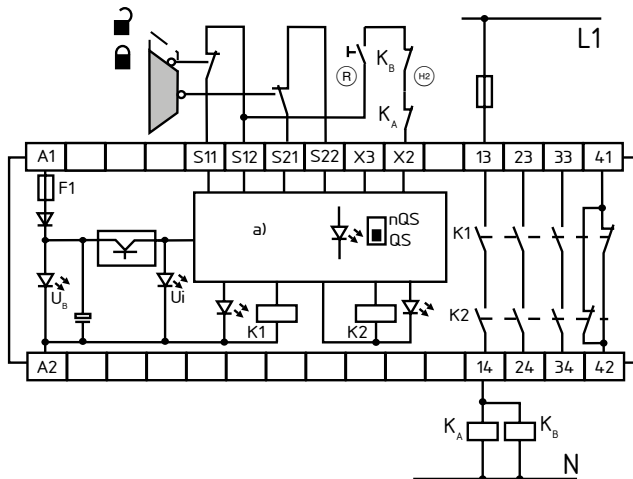

Fig. 4
Controlo de dois canais, representado no exemplo de uma monitorização de porta de proteção com dois interruptores de posição, sendo um contacto de rutura positiva, com botão externo de Reset (R) (ver Fig. 4)
- (R) = Circuito de retorno